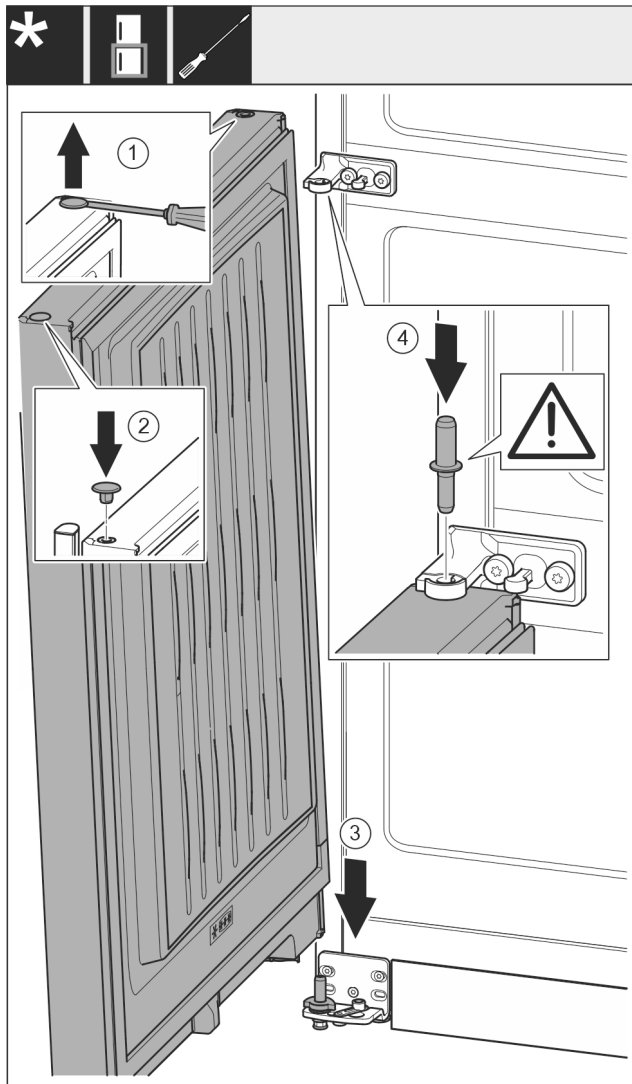

Fig. 51
- Ngrini lart me kujdes tapën Fig. 51 (1) me një kaçavidë me kokë petë dhe nxirreni jashtë.
- Vendosni sërish në vend tapën Fig. 51 (2) në anën tjetër të derës.
- Futni derën Fig. 51 (3) nga lart mbi bulonin e rrotullimit poshtë.
- Futni në derën poshtë bulonin e rrotullimit në mes Fig. 51 (4), duke e kaluar përmes bazamentit mbështetës në mes. Këtu bëni kujdes që gunga ndaluese të jetë e kthyer nga poshtë.